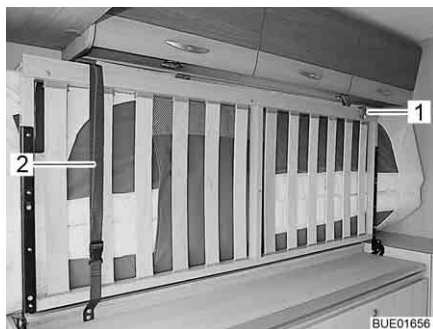

Fig. 10 Lit, rabattu sur le côté
■ Bloquer le lit rabattu sur le côté avec la sangle de sécurité (Fig. 10,2) et la bande de sécurité (Fig. 10,1).